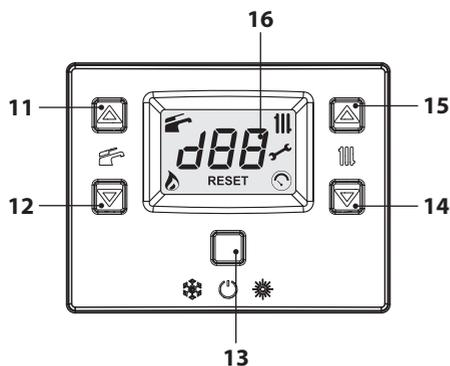
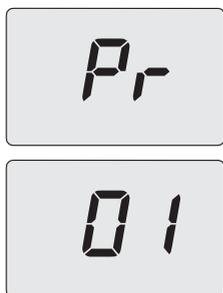
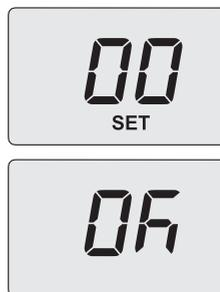

Figura 8.3
Figura 8.4
Figura 8.6
- Entrare in "modalità programmazione" premendo contemporaneamente per 10 secondi i tasti 13-14-15 (Figura 8.3) fino a far apparire sul display LCD le lettere **Pr** che si alternano al numero del parametro **01**, indicanti l'entrata nel "parametro 01" (Figura 8.4).
Sul display compare la scritta **"SET"** (Figura 8.6).
- Premendo il tasto 13 (Figura 8.3) si ottiene la conferma del valore inserito. Sul display appare per 3 sec. la scritta **"Ok"** (Figura 8.6), per poi visualizzare la lista dei parametri.
- Per uscire, premere il tasto 13 (Figura 8.3) e togliere alimentazione elettrica.